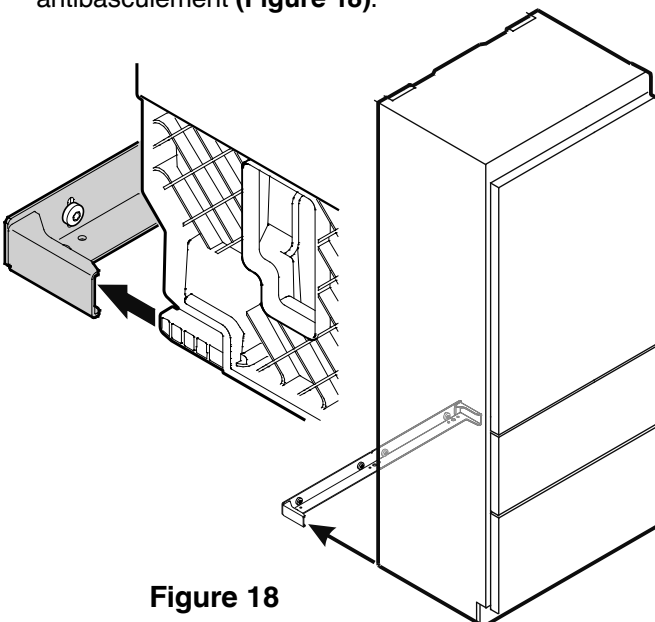

Figure 18
4. Déplacer lentement l'appareil dans la niche jusqu'à ce que l'arrière de celui-ci s'insère dans l'équerre antibascullement (**Figure 18**).